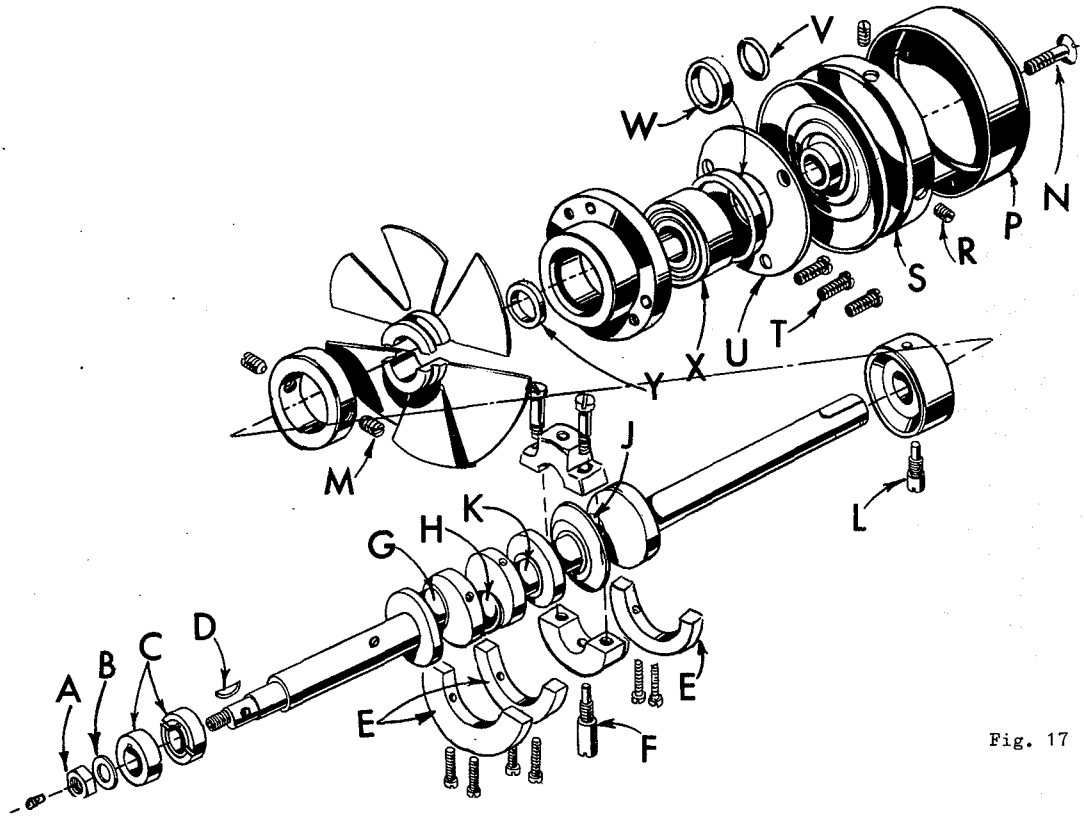
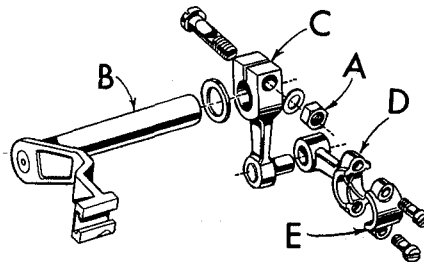

Fig. 17
Fig. 18
3. Entfernen Sie die Mutter (A, Fig. 17), sowie die Untergagscheibe (B) und ziehen Sie die Exzenter (C) mit Hilfe des Exzenter-Abstreifhakens von der Achse ab.
4. Entfernen Sie den Keil (D).
5. Entfernen Sie die drei Gegengewichte (E). Diese müssen aber genau gekennzeichnet werden, damit sie beim Wiedereinbau unbedingt an den richtigen Platz kommen.
6. Entfernen Sie die Schraube (F), mit der das geteilte Kurbelachsenlager gehalten wird. Sie ist durch den Gehäuseboden hindurch erreichbar.
7. Entfernen Sie die Lagerdeckel an den Stellen G, H und J (Fig. 17). Beim Wiedereinbau müssen diese Lagerdeckel genau in ihre vorherige Position gebracht werden. Auf jeder Lagerdeckelhälfte ist unsere Fabrik-Marke eingestempelt und beim Zusammenbau müssen sich die beiden Zeichen jeweils auf der gleichen Seite befinden. Auch die Schrauben sollten wieder in die gleichen Löcher kommen, aus denen sie herausgeschraubt wurden.
3. Remove feed eccentric nut (A, Fig. 17) and washer (B), and, with the aid of the eccentric extractor, slip off the eccentrics (C).
4. Remove key (D).
5. Remove three counterweights (E). Identify these counterweights so that they will be re-assembled in the proper places.
6. Remove screw (F) which holds crankshaft split bearing. This screw is reached through bottom of bed casting.
7. Remove caps of bearings on crankshaft at points G, H and J (Fig. 17). When re-assembling bearing caps make sure they are in their original position. Trade marks are stamped on both halves of the caps and both trade marks should be on the same side of the bearings. Also, screws should be re-assembled in the same holes from which they were removed.
| <p>8. Lösen Sie die Mutter (A, Fig. 18) der Klemmschraube, welche den Obermesserantriebsarm (B) hält und durch eine Öffnung im Gehäusedeckel zugänglich ist. Den Messerantriebsarm (B) nun nach links schieben bis der Hebel (C) mit Lenker (D) von der Achse fällt. Dann den Lagerdeckel (E) entfernen. Beachten Sie die gleichen Vorsichtsmaßnahmen für den Wiedereinbau wie unter Ziffer 7 empfohlen. Das Lenkerlager läuft auf der Kurbel (K, Fig. 17).</p> <p>9. Entfernen Sie die Schraube (L, Fig. 17), mit der das rechte innere Kurbelachsenlager befestigt ist und die ebenfalls durch den Gehäusedeckel zugänglich ist.</p> <p>10. Lösen Sie die beiden Schrauben (M) im Ventilator-Stellring und entfernen Sie die beiden Hälften des Ventilatorflügels.</p> <p>11. Entfernen Sie die Schraube (N); nehmen Sie den Handraddeckel (P) ab.</p> <p>12. Lösen Sie die beiden Schrauben (R); entfernen Sie das Handrad (S).</p> | <p>8. Loosen clamp nut (A, Fig. 18) which holds upper knife driving arm (B). Access to clamp nut is through top cover. Draw driving arm to the left until upper knife driving lever (C) and connecting rod (D) drop, allowing removal of bearing cap (E). This is at bearing point (K, Fig. 17) on crankshaft. Observe same precautions when re-assembling cap as described in 7.</p> <p>9. Remove screw (L, Fig. 17) which holds inner right crankshaft bearing. This screw is reached through bottom of bed casting.</p> <p>10. Loosen two screws (M) in fan collar; remove both halves of cooling fan.</p> <p>11. Remove screw (N); take off pulley cap (P).</p> <p>12. Loosen two screws (R); remove pulley (S).</p> |
13. Jetzt müssen die drei Schrauben (T) entfernt werden. Nehmen Sie dann den Kugellagerdeckel (U) ab und ausserdem die Distanzringe (V) und (W).
15. Falls es sich als notwendig erweist, das Kugellager (X) auszuwechseln, so sollte dieses mit Hilfe einer Spindelpresse oder einer Kugellagerabzieh-Vorrichtung aus dem Kugellagerflansch herausgezogen werden, um eine Beschädigung des letzteren zu vermeiden. Das neue Kugellager ist sorgfältig hineinzupressen, bis es einwandfrei sitzt.
16. Wenn beim Wiedereinbau der Kurbelachse die vorstehend aufgeführten Arbeitsgänge in umgekehrter Reihenfolge sorgfältig ausgeführt werden, so dürfen dabei keine Schwierigkeiten auftreten. Es ist lediglich auf die richtige Lage der einzelnen Elemente zueinander gemäß den Zeichnungen (Fig. 17 und 18) zu achten und stets zu prüfen, ob keine Teile klemmen oder ecken.